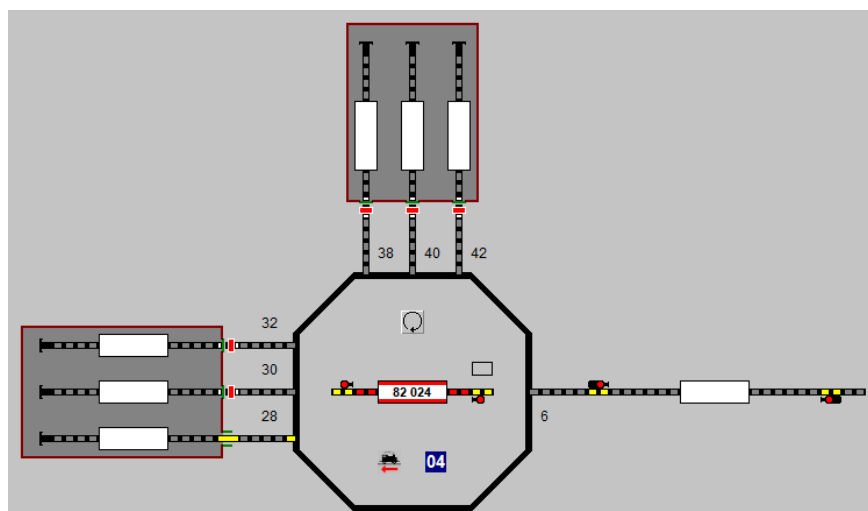

Bild 6
2. Eine Lok fährt auf die Bühne und wird im ZNF der ‚iDS‘ angezeigt. Gehen wir in unserem Beispiel (Bild 6) davon aus, das die Lok vom Anschluß 28 kommend, vorwärts auf die Bühne gefahren ist. Eine Abfahrt wird über die sich gegenüberliegenden Anschlüsse 6 bzw. 30 demonstriert.